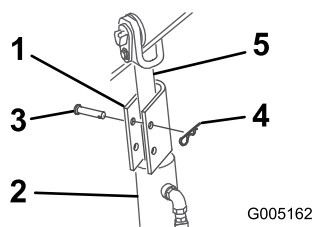

Figure 20
4. Posez un dispositif de verrouillage sur chaque tige de vérin (Figure 20).
5. Fixez chaque dispositif à l'aide d'un axe de chape et d'une goupille fendue (Figure 20).